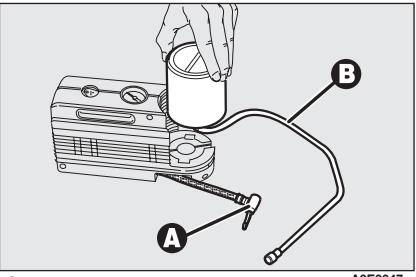

fig. 23
- separe el acoplamiento **A**-fig. 23 y retire el tubo **B**;